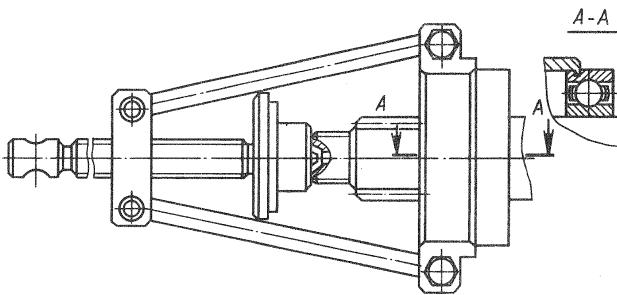

Рис. 170. Снятие подшипника вала привода переднего моста
- выпрессовать съемником (рис. 170) из картера 20 (см. рис. 169) шариковый подшипник 24, штуцер 18 и зубчатое колесо 23 привода спидометра.